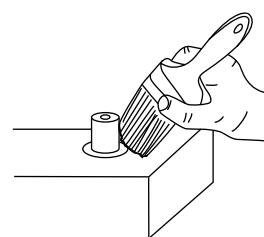

Figure 4.
- 7- Lorsque tous les réceptacles sont en place, attendez quelques instants et retirez le surplus de ciment autour des réceptacles à l'aide de votre truelle et nettoyez le contour avec une éponge ou une brosse ( FIG 4 ). Vous êtes maintenant prêt pour une autre série.